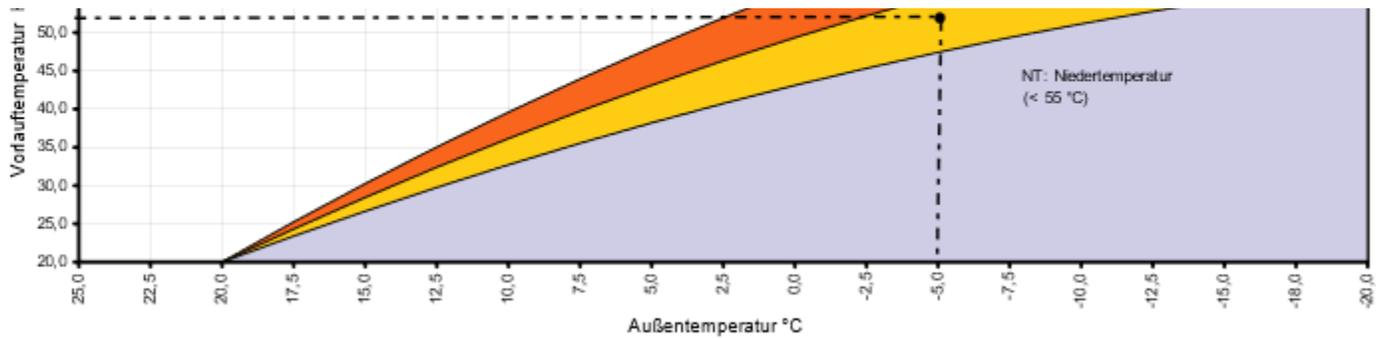

Abb. 1.1: Diagramm zur experimentellen Ermittlung der tatsächlich benötigten Systemtemperaturen
- **Experimentelle Ermittlung in der Heizperiode (siehe Abb. 1.1)**